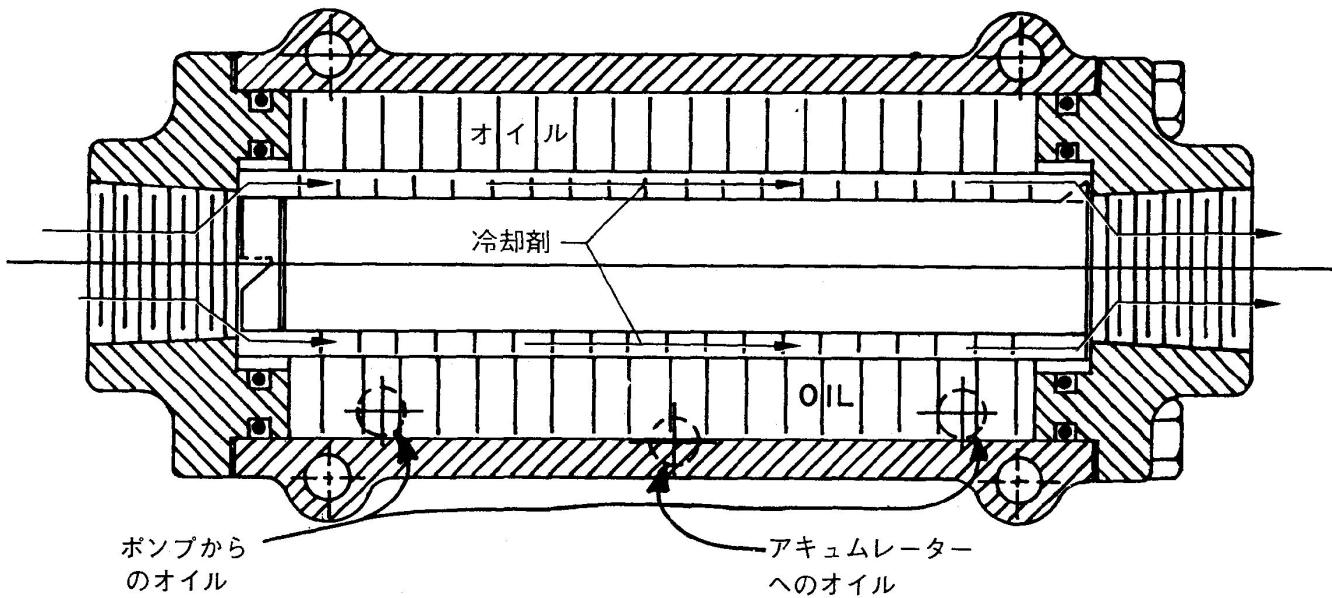

図5 インテグラルクラーの組立図
**作動：** 図5参照、油はエクスチェンジャーの端の外側の同心螺旋部に入ってくる。そして、中央の出口の方に流れれる。油はガバナー内部のギヤーボンプより吹き出されてくる。熱交換が行なわれた油は、ガバナーのアクチュエーター・セクションに入る。冷却剤はエクスチェンジャーの内側の螺旋通路を通る。